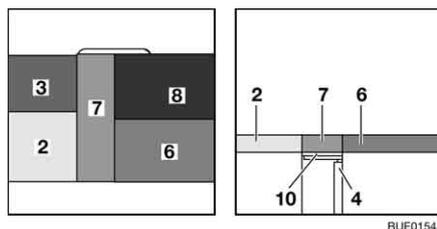

Fig. 141 Depois da transformação
- Coloque o estofa do encosto (Fig. 141,8) perante o estofa do assento (Fig. 141,6) sobre a mesa.
- Coloque o estofa do encosto (Fig. 141,3) perante o estofa do assento (Fig. 141,2) sobre o prolongamento Vario-Seat.